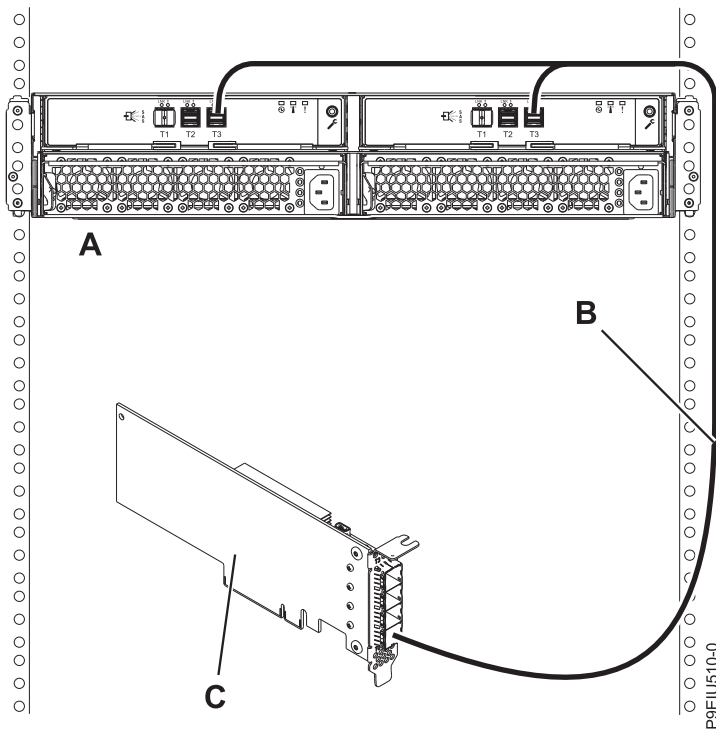

図 13. 単一 FC EJ0J SAS アダプターまたは FC EJ0M SAS アダプターへの YO12 ケーブルを使用した、1 台の ESLL ストレージ・エンクロージャーまたは ESLS ストレージ・エンクロージャーのモード 1 接続
13. 図 13 に示すように、YO12 ケーブル (B) を使用して単一 FC EJ0J SAS アダプターまたは FC EJ0M SAS アダプター (C) への 1 台のエンクロージャー (A) のモード 1 接続を実行してから、23 ページの『ケーブルと電源コードの接続およびカバーの取り付け』に進みます。